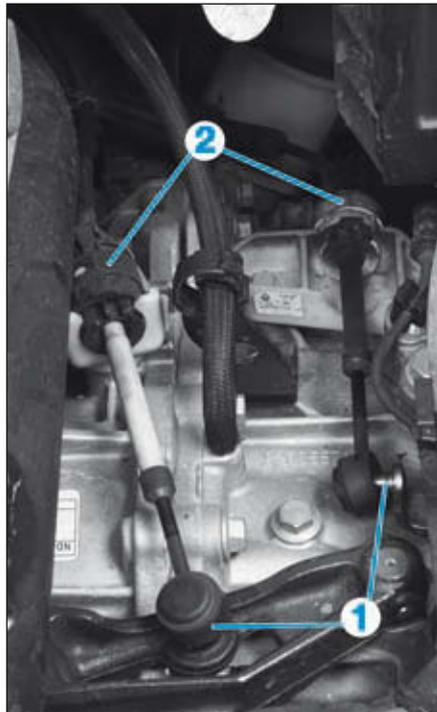

FIG.9
- Dégrafer les câbles de commande situés sur la boîte de vitesses en agissant sur les rotules (1) à l'aide d'une clé plate puis les écarter de leur arrêt de gaine (2) (Fig.9).